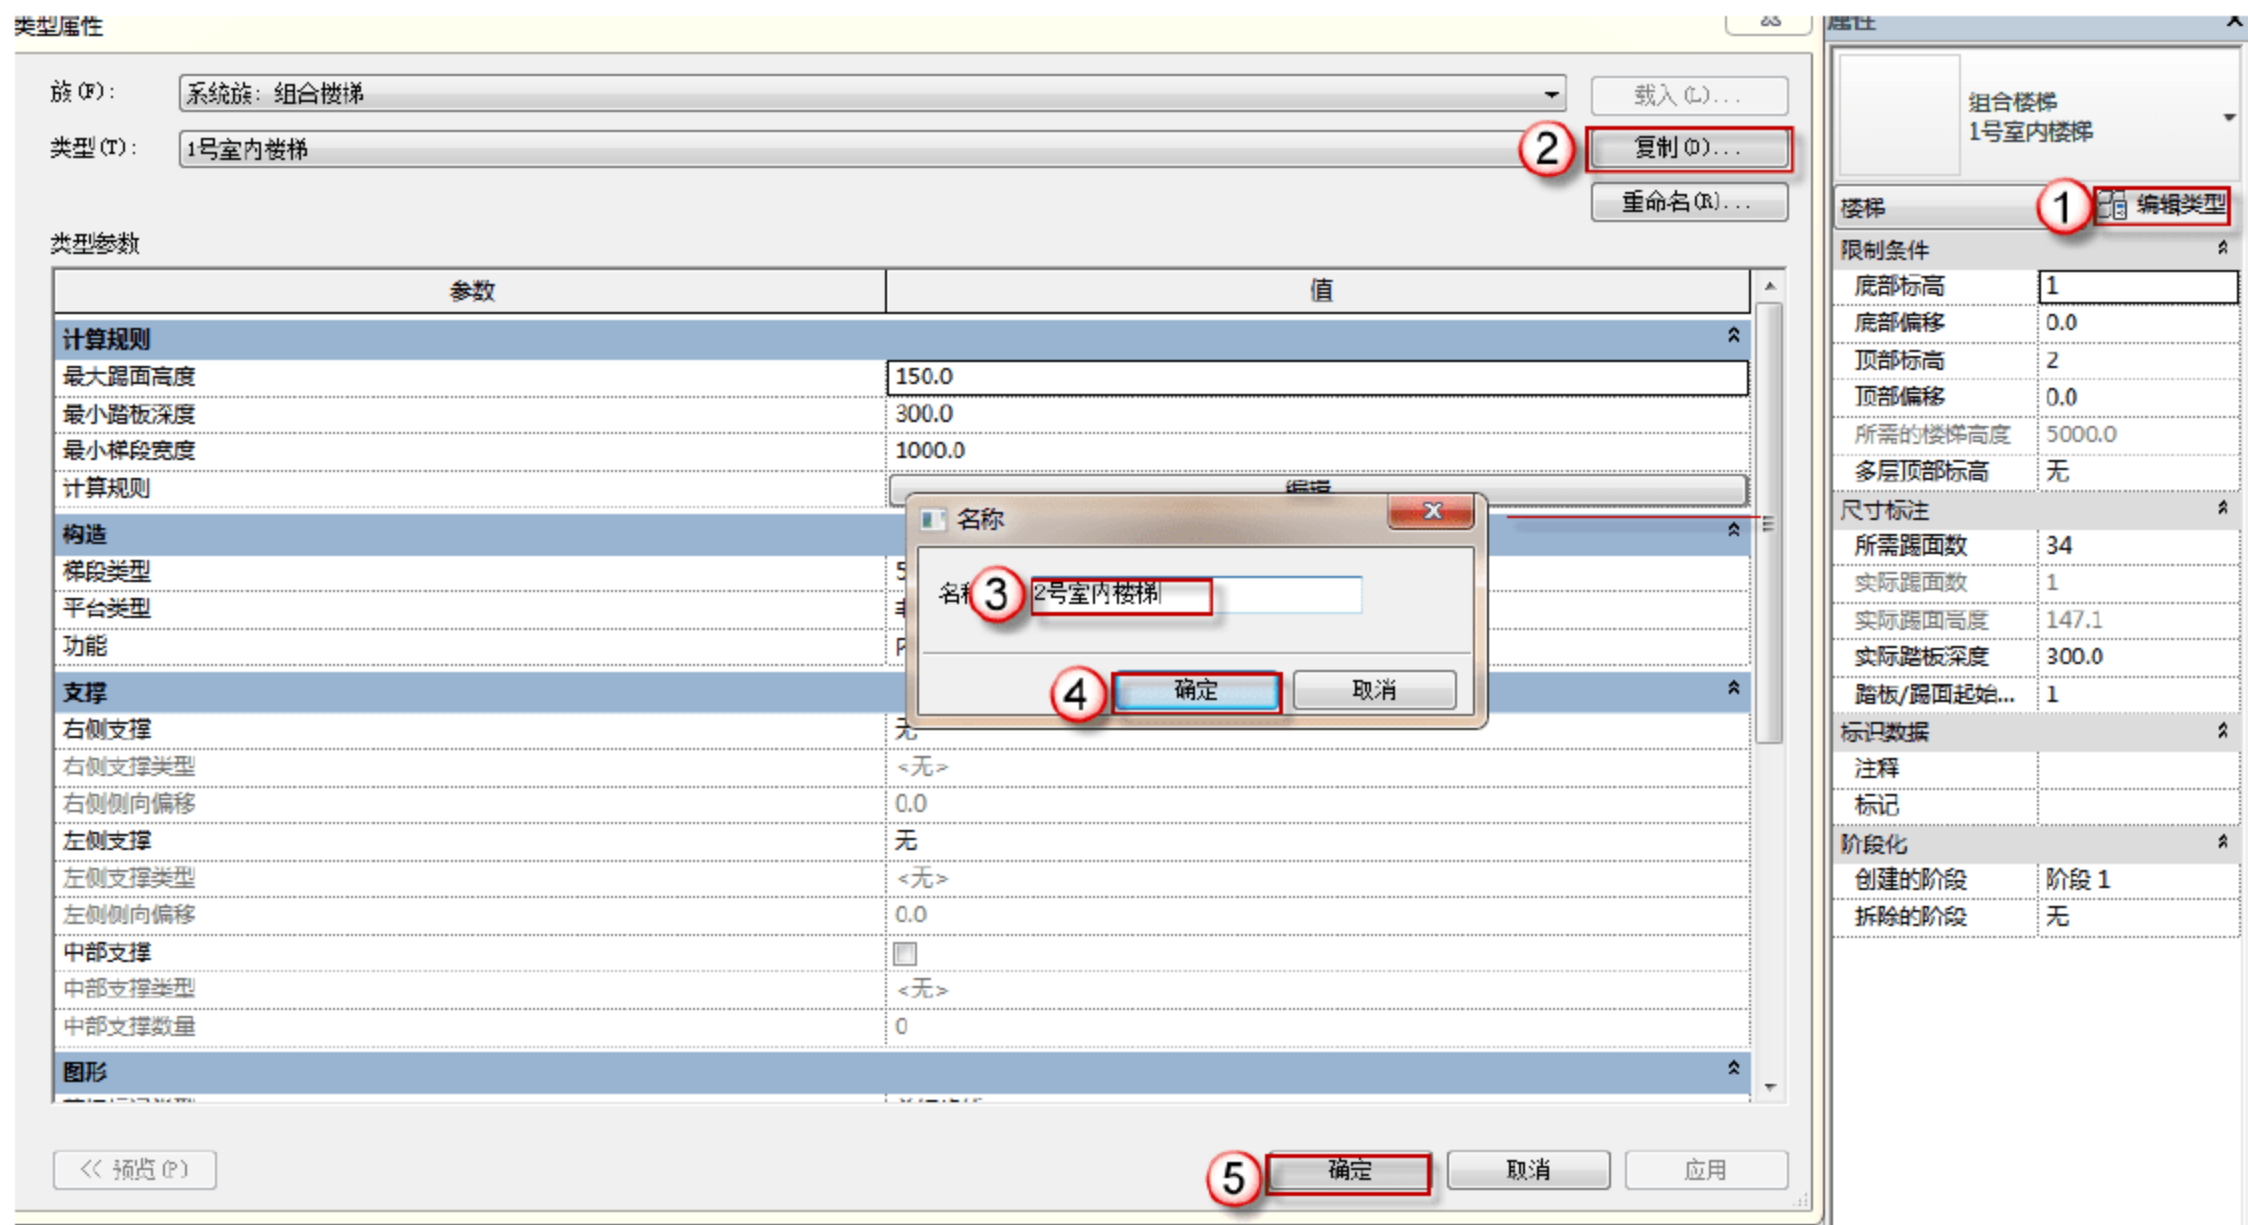

图 11.2.44 新建楼梯类型
(9) 构建楼梯。选择“建筑”→“楼梯”→“楼梯（按构件）”命令，在激活的“修改/创建楼梯”选项栏中单击“直梯”按钮，然后进入楼梯的绘制模式。
(10) 新建组合楼梯类型。单击“编辑属性”按钮，在弹出的“类型属性”对话框中，单击“复制”按钮，弹出“名称”对话框，将名称“1 号室内楼梯”修改为“2 号室内楼梯”，最后单击“确定”按钮完成新建组合楼梯类型，如图 11.2.44 所示。